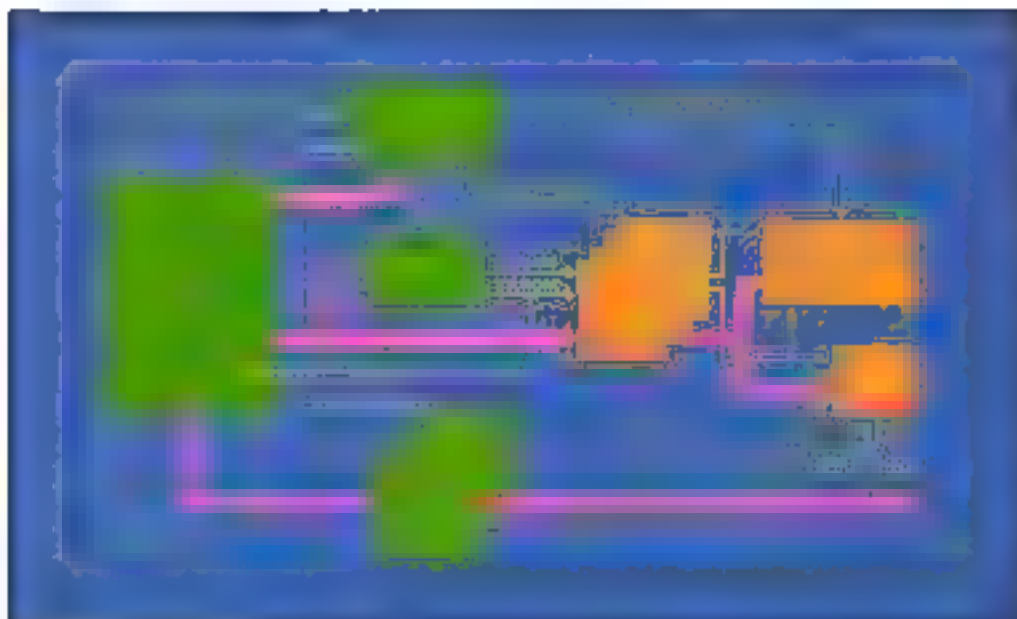

Fig. 12 - Exemple d'interfaçage mémoire
Ce sera le cas pour les programmes de bootstrap ou les BIOS chargés en ROM ou en EPROM, ou encore pour une organisation particulière des ports d'entrée-sortie. Dans un tel cas, il est à prévoir les dispositions nécessaires pour que le 386 organise ses transferts de données en mots de 16 bits. C'est le rôle de la broche BS16 décrite précédemment. Il appartiendra alors à la logique de décodage (en activant BS16) de signaler au processeur que le cycle courant fait référence à des boîtiers organisés en mots de 16 bits (Fig. 12).
Le diagramme des temps de la figure 12 représente des cycles de lecture en mode pipeline.
Pour un même cycle de bus, différentes stratégies d'accès mémoire peuvent être mises en place, selon qu'il s'agit de cycles pipeline ou non, et que les boîtiers sont arrangés en mots de 16 ou 32 bits. La complexité de contrôle des transferts sur les bus étant différente, Intel a donc particulièrement veillé à ce que les performances de son processeur ne soient pas détériorées par la lenteur des boîtiers mémoire. Examinons ici quels vont être les principaux éléments qui entoureront le 386 et dont un certain nombre nous sont déjà familiers (fig. 12).
- Si la portion de mémoire est organisée en mots de 16 bits, il faudra en informer le processeur en activant *BS16* afin qu'il gère les cycles de bus adéquats (cas des EPROM de la fig. 12).